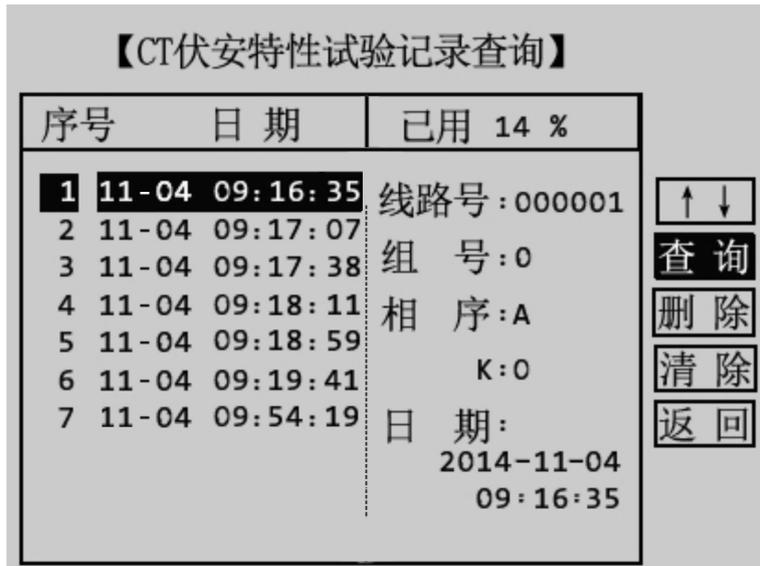

图 3.16 伏安特性历史数据操作界面
4. : 通过旋转鼠标将光标移动至 选项并按下，进入已存储的数据序号选择界面，如图 3.15 所示。通过旋转鼠标的左旋或者右旋，用户可浏览每一组试验记录的序号，并在右边显示该组试验记录的相关信息，选定序号后再按下旋转鼠标，该组试验记录的序号和日期部分反色，光标回到右边的操作项上，如图 3.16 所示。用户可选择查询、删除、清空数据。